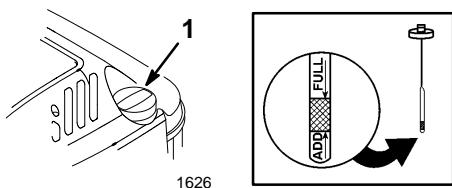

Figure 5
Avant chaque utilisation, vérifier que le niveau d'huile arrive entre les marques maxi (FULL) et mini (ADD) de la jauge (Fig. 5). Rajouter de l'huile si le niveau est bas.
- Placer la tondeuse sur un sol plat horizontal et nettoyer tout autour du bouchon de jauge (Fig. 5).
- Retirer la jauge et lire le niveau d'huile sur le bout de la jauge portant les marques FULL et ADD (Fig. 5).